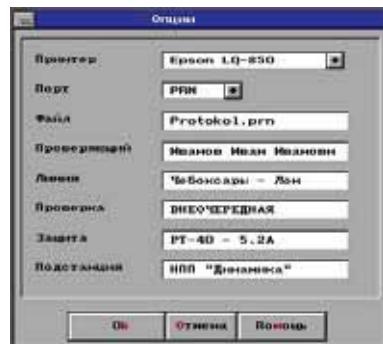

Рис. 4.3. Пункт меню *Опции*
- вызвать пункт *Опции* и заполнить его (рис. 4.3), используя TAB для переключения между полями или выбирая их при помощи «мыши», так как эти параметры сохраняются вместе с протоколом в архиве. По окончании нажмите *Enter* или **Ok** и программа предложит вам создать новый архивный файл;